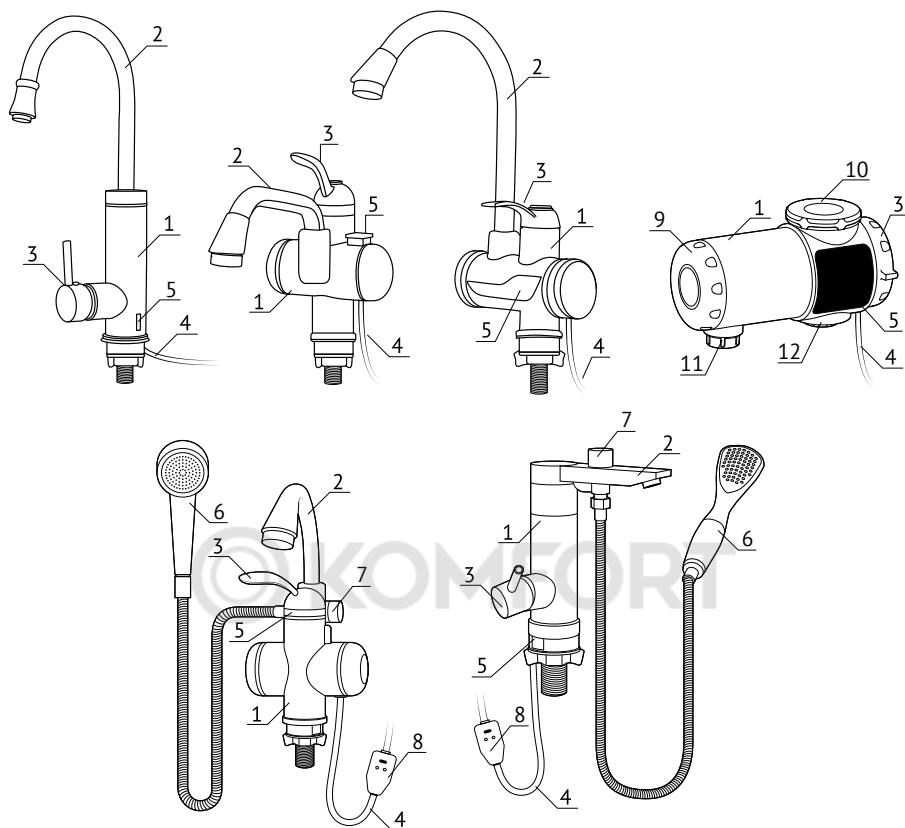
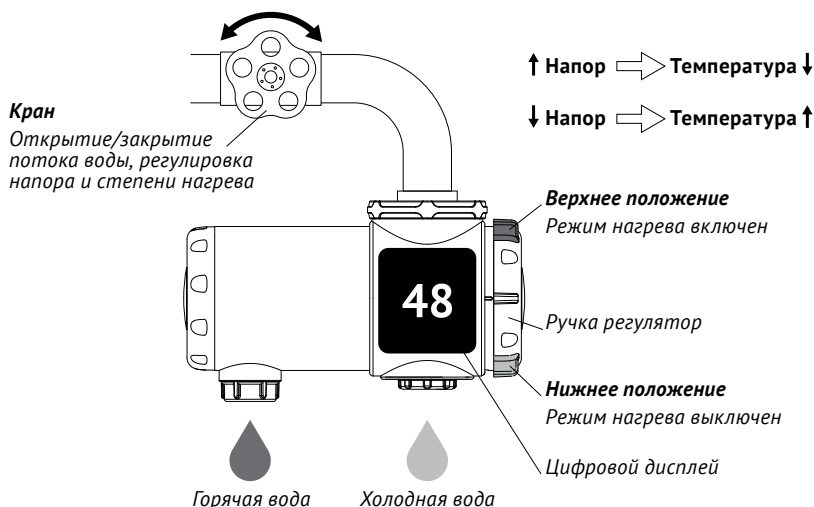

Рис. 1
Рис. 9
Основные элементы конструкции проточного крана-водонагревателя (рис. 1):
5. Перед подключением крана к электрической сети и началом эксплуатации, откройте кран или поднимите рычаг смесителя и заполните нагревательную камеру водой (см. рис. 9). Не перекрывайте воду до тех пор, пока она не будет выходить из крана равномерной струей, без пузырьков воздуха.
Ручка-регулятор съёмной модели крана BEF-019A предназначена для включения/выключения режима нагрева воды. В зависимости от выбранного режима (положения ручки) вода выходит из аэратора горячей или холодной воды (см. рис. 1, 9). Открытие/закрытие потока воды и регулировка напора выполняется с помощью рукоятки/вентили (крана). Чем больше установлен расход/напор, тем ниже температура воды на выходе из крана. Принцип управления работой крана показан на рис. 9.